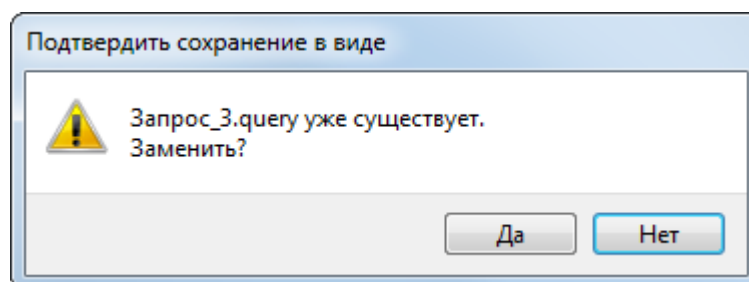

Рис. 7-37 – Подтверждение о перезаписи файла
5) Для сохранения файла нажать кнопку «Сохранить». Если файл с таким именем уже существует, выводится предупреждающее сообщение (рис. 7-37). Нажать «Да» для перезаписи файла или «Нет», чтобы задать новое имя файла.